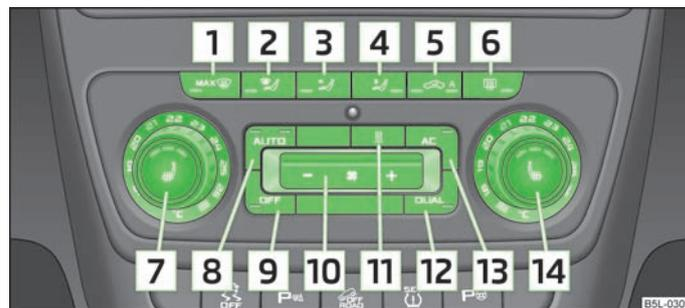

Fig. 90 Climatronic : organes de commande
- > Appuyez sur la touche (AUTO) » fig. 90.
- Appuyez sur la touche **(AC)** » fig. 90. Le voyant s'allume dans la touche.
- Après avoir mis le contact, vous pouvez régler la température pour les deux côtés au moyen du sélecteur **[7]** » fig. 90.
- Si le pare-brise s'embue, appuyez sur la touche  **1** » fig. 90. Une fois le pare-brise désembué, appuyez sur la touche (AUTO).
➤ Appuyez plusieurs fois sur la touche  » fig. 90 sur le côté gauche (réduire la vitesse de la soufflante) ou sur le côté droit (augmenter la vitesse de la soufflante).
- Appuyez sur la touche  » fig. 90.